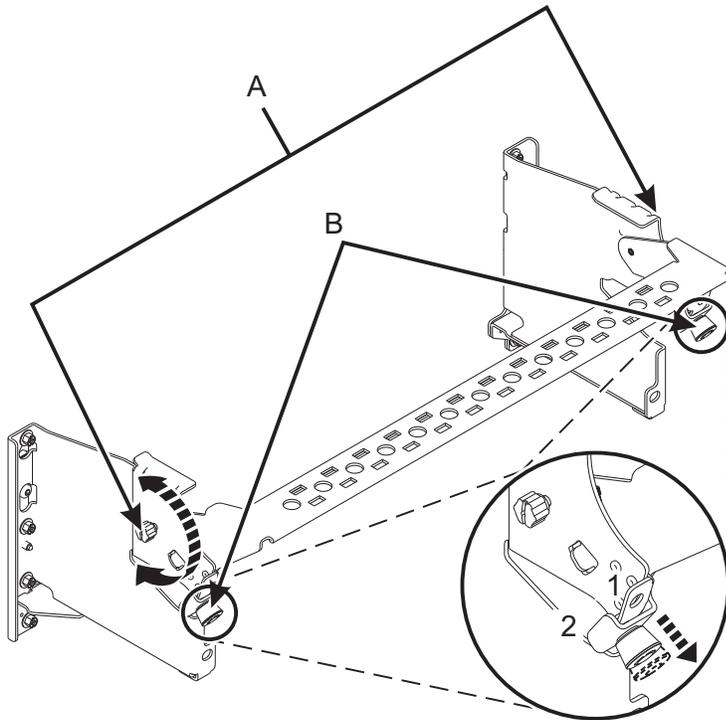

Abbildung 12. Kabelführungshalterung in Betriebsposition bringen
- 6. Bringen Sie die Kabelführungshalterung in die Betriebsposition. Siehe Abb. 12 auf Seite 13.